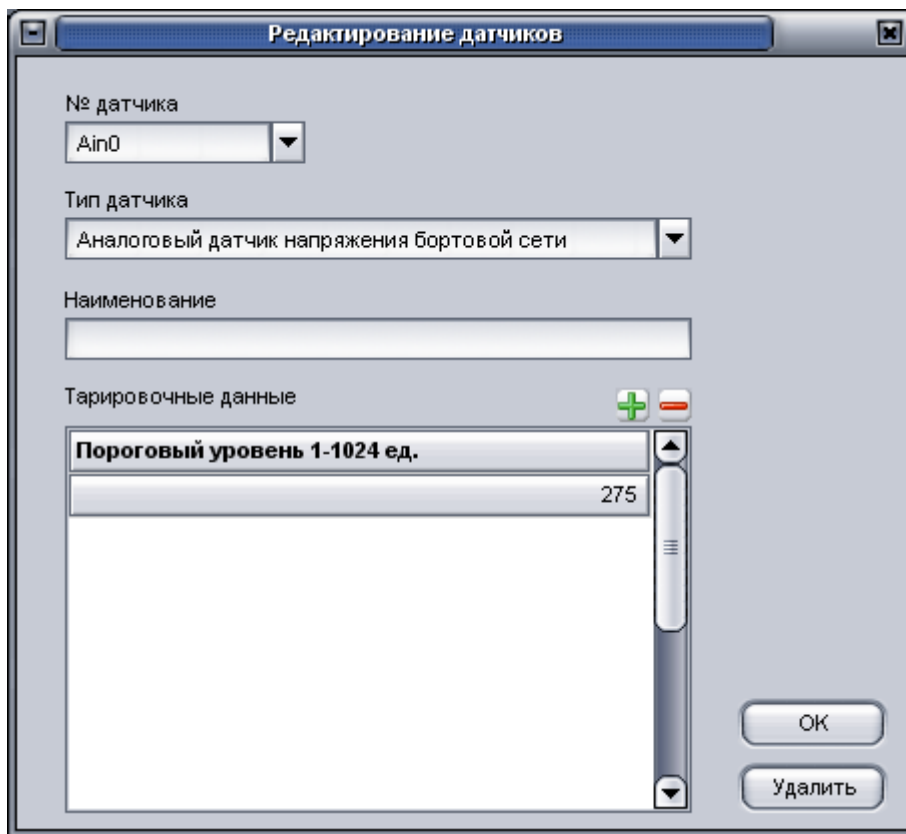

Рисунок 12
4.4.5. В окне «Редактирование датчиков», рисунок 12, укажите: